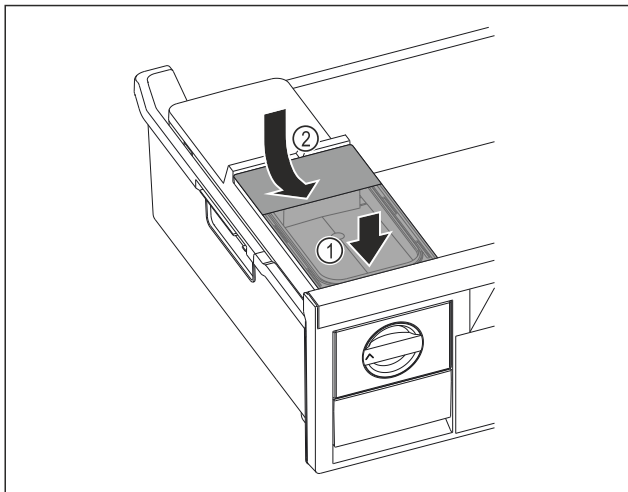

Fig. 157
- ▶ Așezați în față rezervorul de apă. Fig. 157 (1)
- ▶ Coborâți în spate rezervorul de apă. Fig. 157 (2)